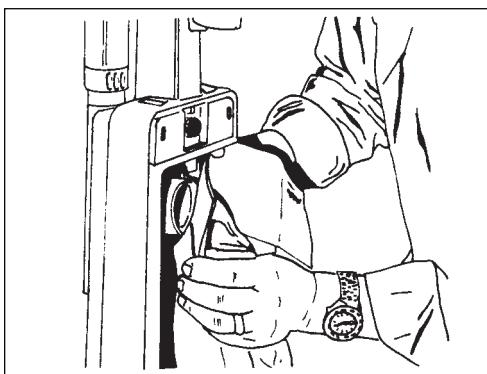

Figure 14.
- c. Put the opening in the cardboard inlet over the bag adapter. See figure 14.
- c. Introduisez l'ouverture du collet en carton sur le support. Voir figure 14.